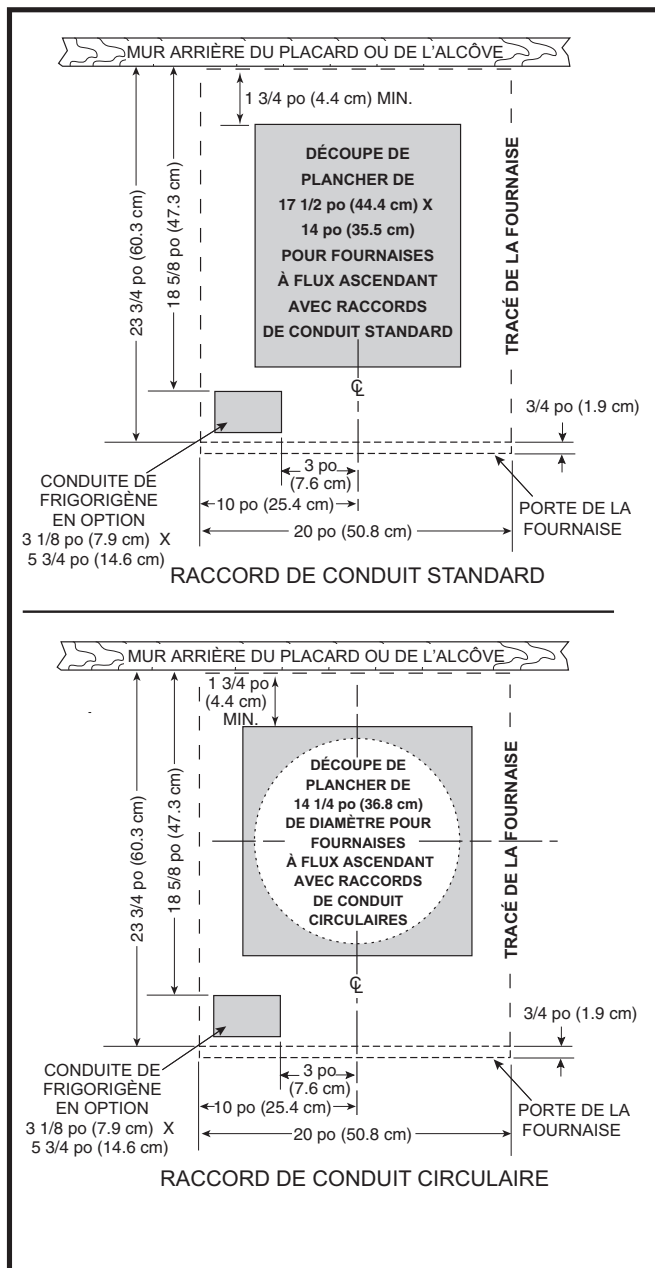
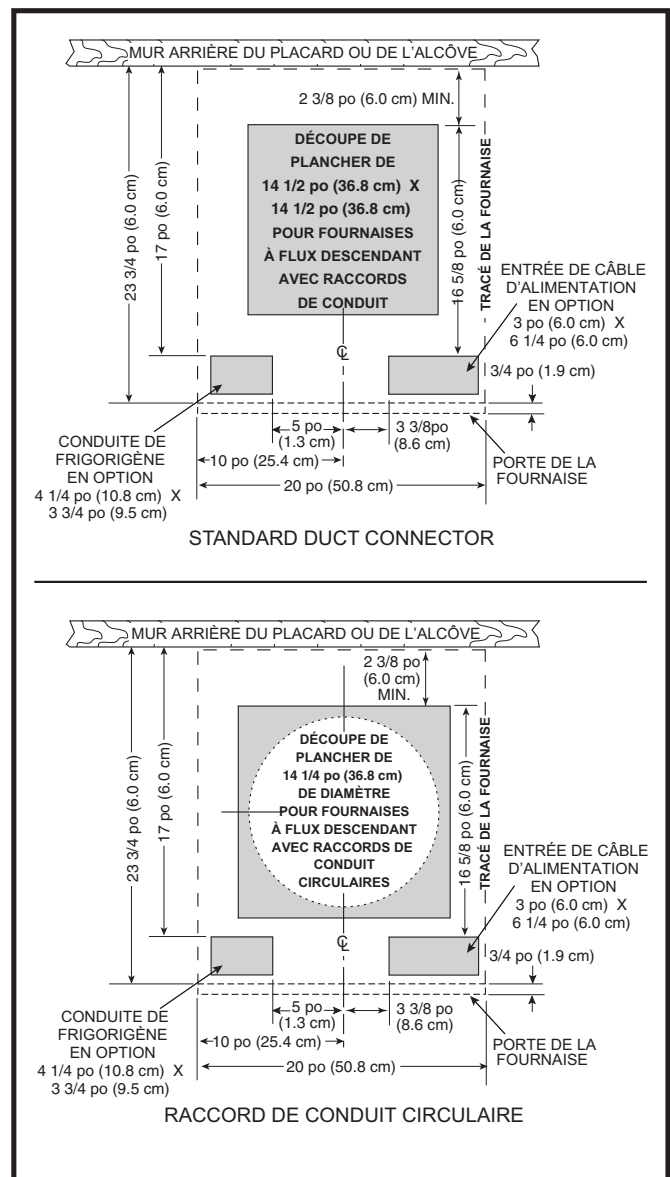

Figure 2. Dimensions de l'ouverture pour fournaies à flux ascendant
Figure 3. Dimensions de l'ouverture pour fournaies à flux descendant
Les ouvertures dans le plancher doivent être positionnées soigneusement pour prévenir les erreurs d'alignement entre l'appareil et le conduit d'air. Les ouvertures normales ou rondes des appareils à flux ascendant sont illustrées à la Figure 2 (page 6). Les ouvertures des appareils à flux descendant sont montrées à la Figure 3 (page 6).
- En utilisant la ligne centrale comme point de départ, tracez le reste du trou pour les conduits en fonction des dimensions montrées à la Figure 2 ou la Figure 3.
- a. Marquez les ouvertures de plancher comme indiqué à la Figure 2 \(page 6\). Prévoyez les dégagements minimaux à l'arrière et sur les murs gauches du placard pour l'installation de l'appareil et du câblage.